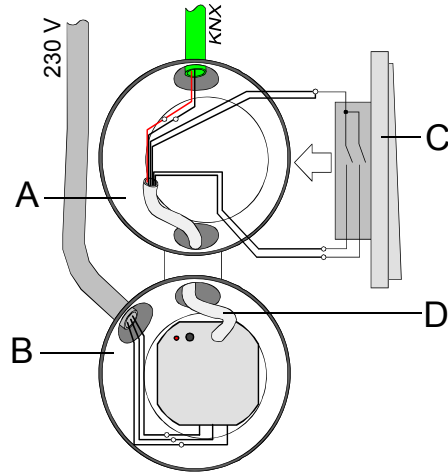

Bild 1 / Figure 1
Es wird empfohlen, den Aktor in zwei miteinander verbundene Unterputz-Dosen zu installieren (vgl. Bild 1). Die eine Dose (A) kann neben dem Bus- und Nebstellenanschluss auch z. B. einen Serienschalter (C) aufnehmen. Die andere Dose (B) nimmt den Aktor und die 230-V-Klemmen auf. Die 6polige Anschlussleitung (D) wird durch die Dosenverbindung geführt.
It is recommended that the actuator is installed in two flush sockets connected to one another (cf. fig. 1). One socket (A) can accommodate, e.g., a series switch (C) as well as the bus and extension connection. The other socket (B) accommodates the actuator and the 230 V terminals. The 6-pole connection lead (D) is guided through the socket connection.